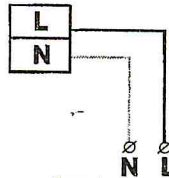

Рис. 1.
- Присоедините провода питания к 2-ум клеммам L и N (см. рис.1).